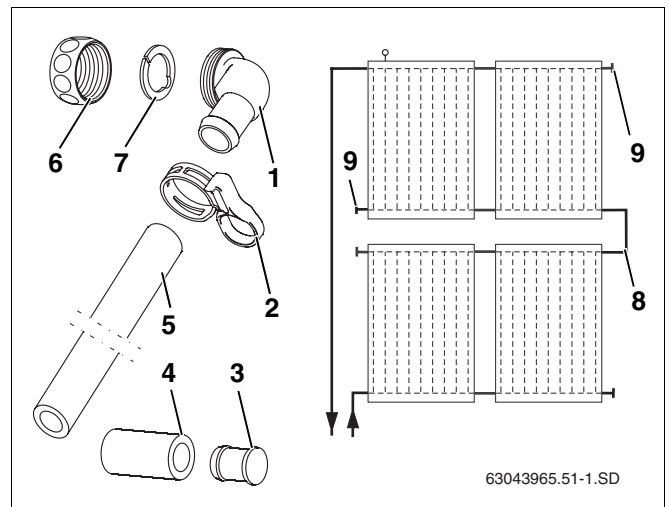

Fig. 58 Rappresentazione schematica e volume di fornitura
Il kit di collegamento (fig. 58, **pos. 8**), disponibile come accessorio, permette il collegamento fra due file di collettori.
Volume di fornitura (fig. 58)